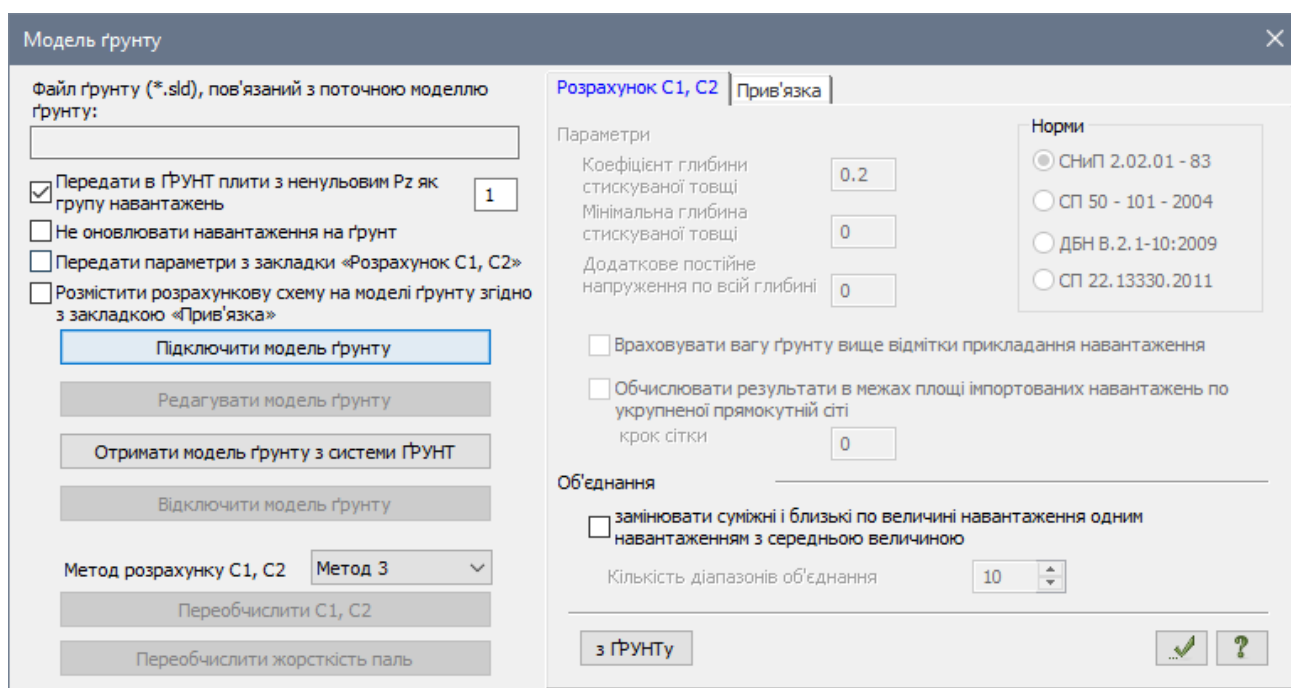

Рис. 9.17. Діалогове вікно **Модель ґрунту**
- В діалоговому вікні **Модель ґрунту**, що з'явилося (рис. 9.17), за умовчанням в розкритому списку **Метод розрахунку С1, С2** вибраний **Метод 3**. Поле **Параметри** на закладці **Розрахунок С1, С2** і закладка **Прив'язка** неактивні.